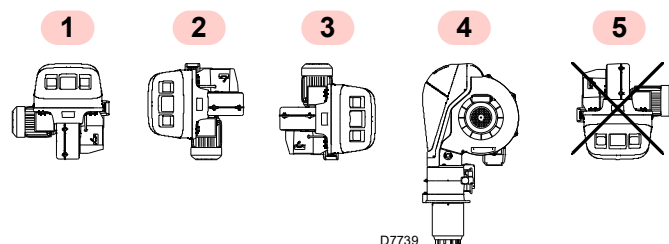

Fig. 13
- O queimador está predisposto exclusivamente para o funcionamento nas posições 1, 2, 3 e 4 (Fig. 13).